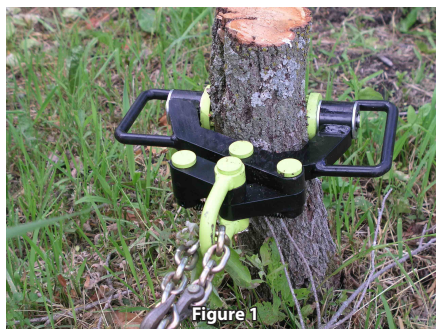

Figure 1
2. Place Brush Grubber Xtreme on each side of trunk of brush near the base/ground with **spring on the Brush Grubber Xtreme placed towards the ground** as shown in figure 1.
2. Placez l'arrache-broussaille Brush Grubber Xtreme de chaque côté du tronc de la broussaille, près de la base ou du sol, le ressort de l'arrache-broussaille Brush Grubber Xtreme orienté vers le sol, comme indiqué sur la figure 1.